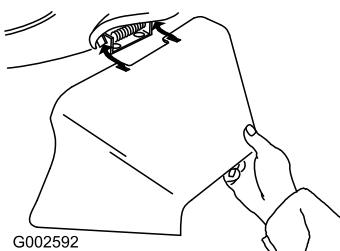

Figura 35
- Instale el conducto de descarga lateral y cierre la puerta sobre el conducto (Figura 35).